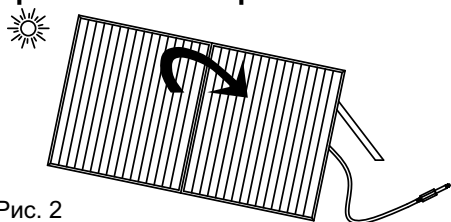

Рис. 2
- Наклоните солнечную панель на угол для максимального освещения солнцем. Угол может быть равен широте в данном месте, т.е. все более плоское положение при приближении к экватору. Угол можно регулировать перемещением гаек в разные положения на алюминиевой раме (см. рис. 2).